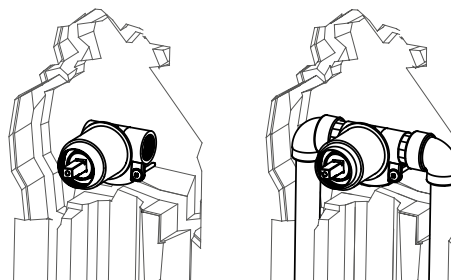

Рис. 1
3. Необходимо смонтировать смеситель, подключив к нему трубы системы водоснабжения, и закрепить его к стене (рис. 1), подобрав его положение в нише таким образом, чтобы глубина установки не превышала 37-46 мм.